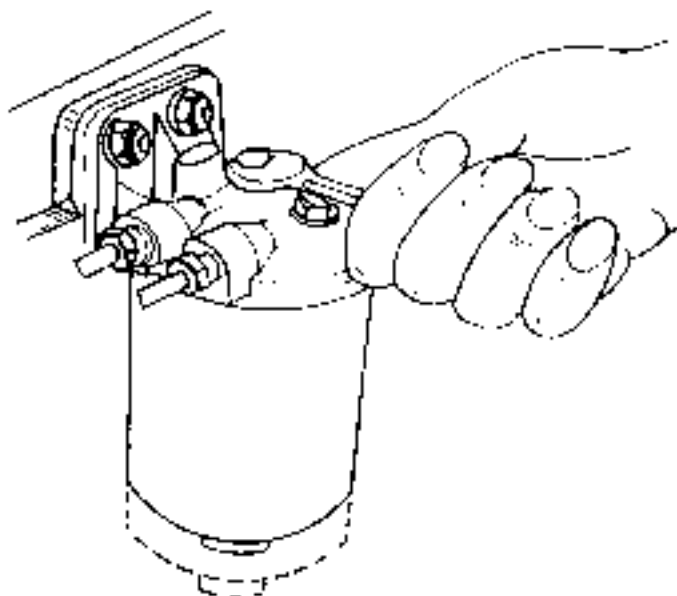

Рис.23 Замена фильтрующего элемента
2. Отвинтить специальный болт в середине крышки, закрепляющий стакан и фильтрующий элемент (рис. 23).